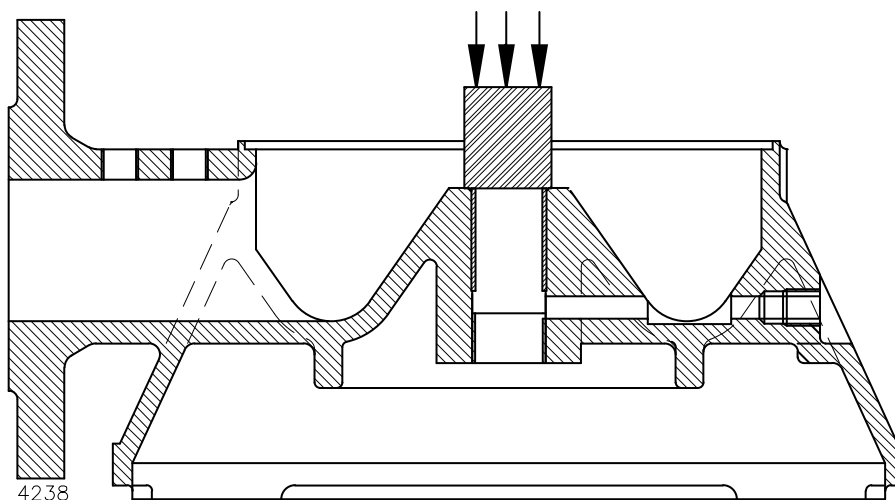

Bild 7: Montering av glidlager.
- 1 Anbringa ett flytande låsmedel Loctite 641 i lagersätet och tryck med en passande montagehylsa in glidlagret (0140) i inloppshuset (0020), se bild 7.